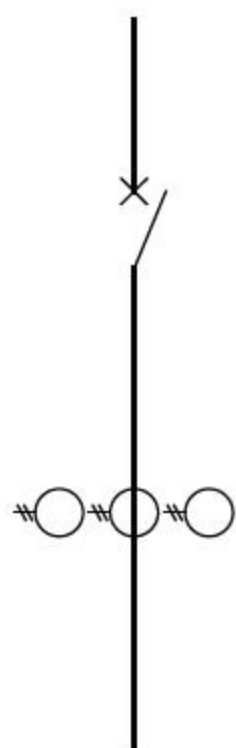

图9-95 修剪图形
**06** 调用TR【修剪】命令，修剪图形，完成主支变路1的绘制，如图9-95所示。